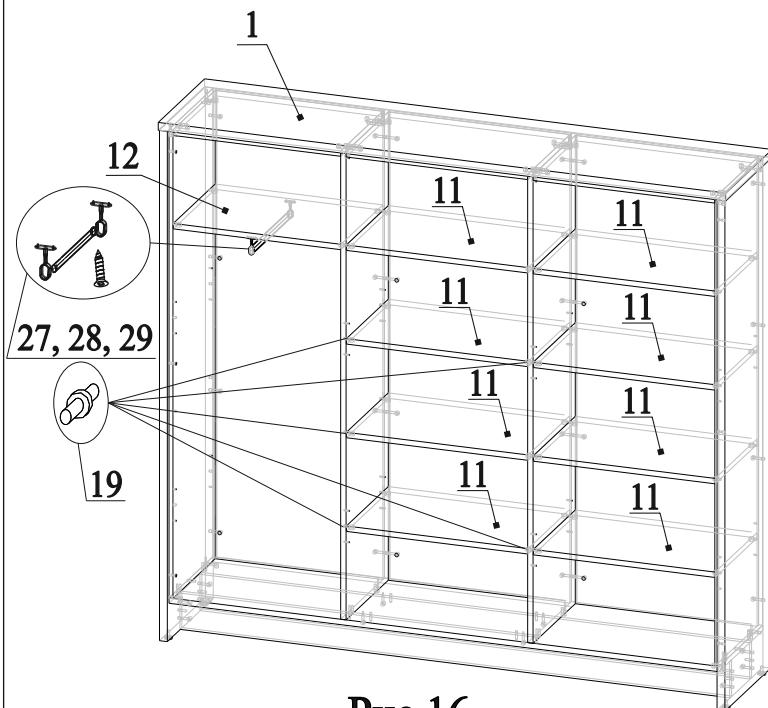

Рис.16
28. Соединить деталь 1 с деталями 2, 3 и 6, затянуть эксцентрики по часовой стрелке до упора (рис.16);
30. Вставить полкодержатели 19 в отверстия на деталях 4, 5 и 6 на нужной высоте (рис.16);
31. Прикрутить вешалку штангу 28 к детали 12 с помощью штангодержателей 27 и шурупов 29 (рис.16);
32. Установить детали 11 и 12 в каркасе стеллажа (рис.16 и 17);